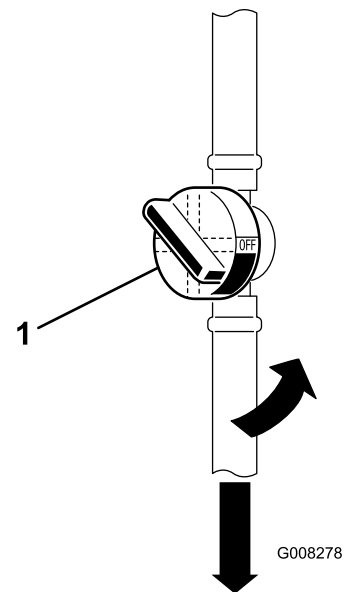

Figura 31
7. Apriete los extremos de las abrazaderas y deslícelas por el tubo alejándolas del filtro de combustible usado (Figura 31).
5. Cierre la válvula de cierre de combustible (Figura 31).